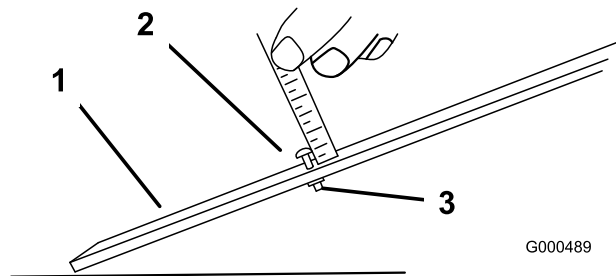

图49
3. 松开调刀尺上的螺母（图49），并将调节螺丝设定为所需的除草高度。螺丝头底部与调刀尺表面之间的距离就是除草高度。